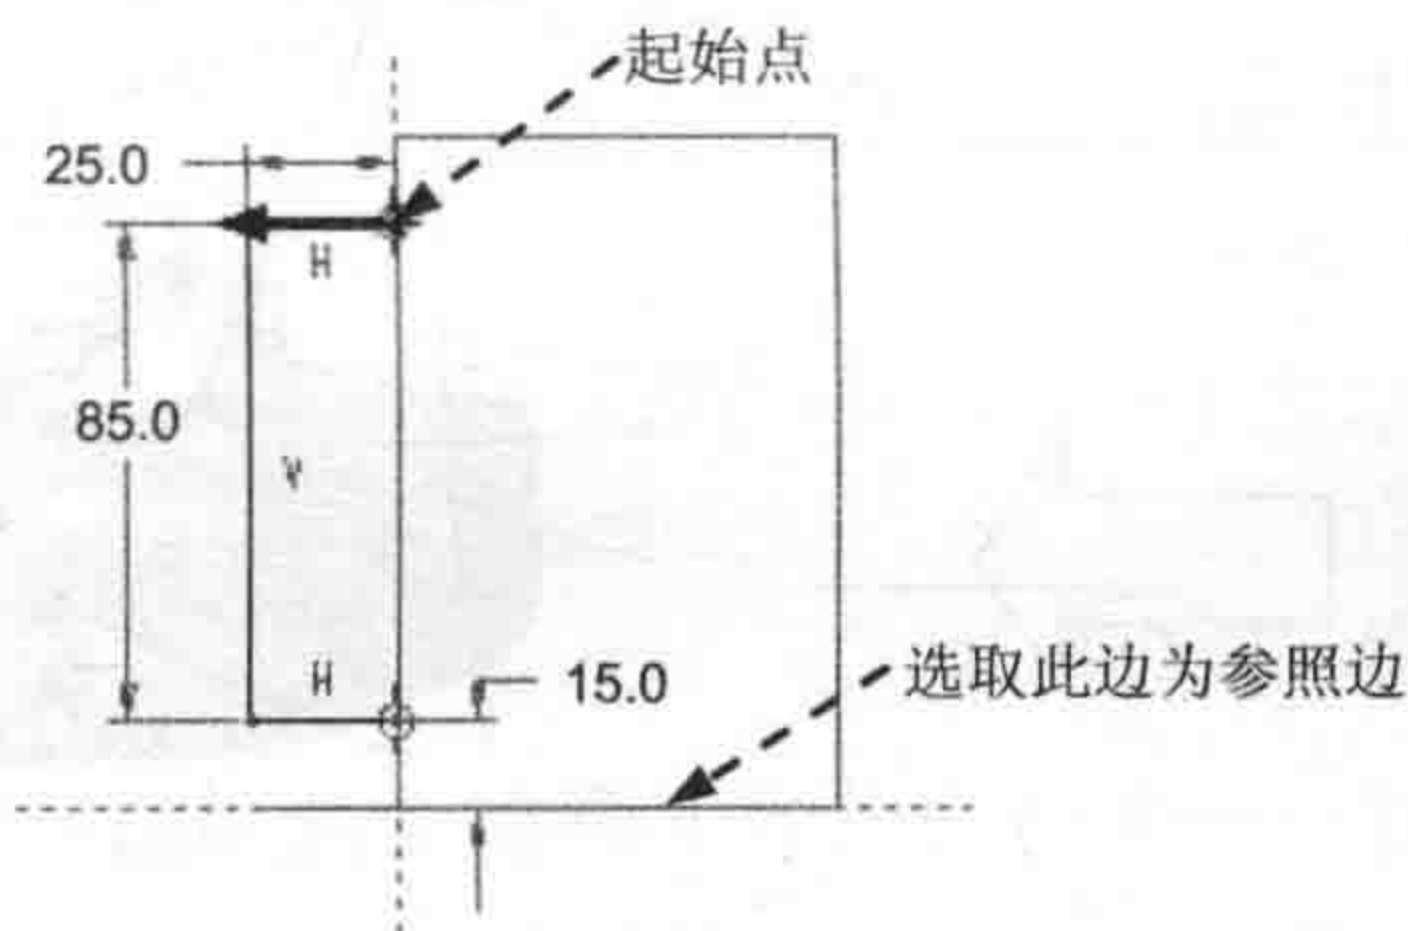

图 2.7 截面草图
(2) 定义扫描轨迹。在 **SWEEP TRAJ (扫描轨迹)** 菜单中选择 **Sketch Traj (草绘轨迹)** 命令；选取图 2.6 所示的模型表面为草绘平面，选择 **Okay (确定)** $\rightarrow$ **Top (顶)** 命令，选取图 2.6 所示的模型表面为参照平面；选择下拉菜单 **草绘(S)** $\rightarrow$ **参照(R)...** 命令；在“参照”对话框的列表框中选取 **曲面: F5 (拉伸_1)** 选项，然后单击 **删除(D)** 按钮；再选取图 2.7 所示的边线为参照边，关闭“参照”对话框；完成轨迹的绘制和标注后，单击“完成”按钮 $\checkmark$ 。